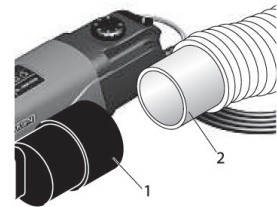

Fig. 7
1. Encaixar as peças do adaptador de ligação **1** (Fig. 7).